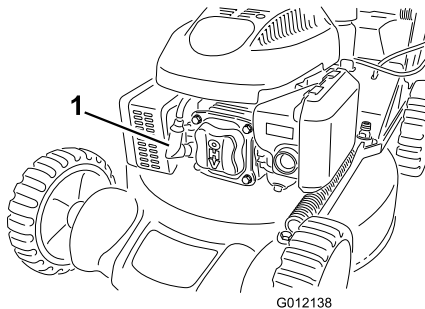

Figura 20
2. Desconecte el cable de la bujía (Figura 20) antes de realizar cualquier procedimiento de mantenimiento.
- Desconecte el cable de la bujía (Figura 20).